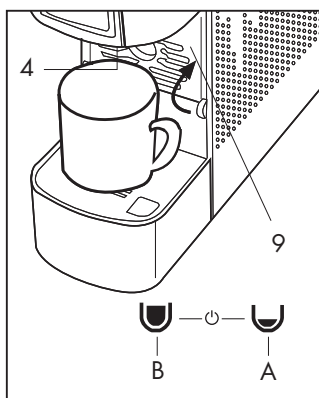
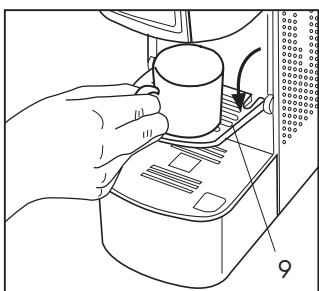

Fig. 5
Fig. 6
- Fermer le support petite tasse (9) et poser une grande tasse vide sous l'ouverture de distribution (4). Quand les touches du panneau de commandes (2) s'allument en mode fixe la machine est prête pour l'utilisation. Presser la touche (A) ou (B) la machine distribue l'eau, presser de nouveau la touche quand la quantité d'eau souhaitée a été obtenue. La machine est rincée quand au moins 3 verres d'eau sont sortis. (**Fig. 5**)
Ouvrir le support (9) pour préparer correctement un café expresso et pour utiliser les petites tasses (**Fig.6**). Pour utiliser les grandes tasses, fermer le support (9) et positionner la tasse directement sur la grille de récupération des gouttes (5) (**Fig. 5**)